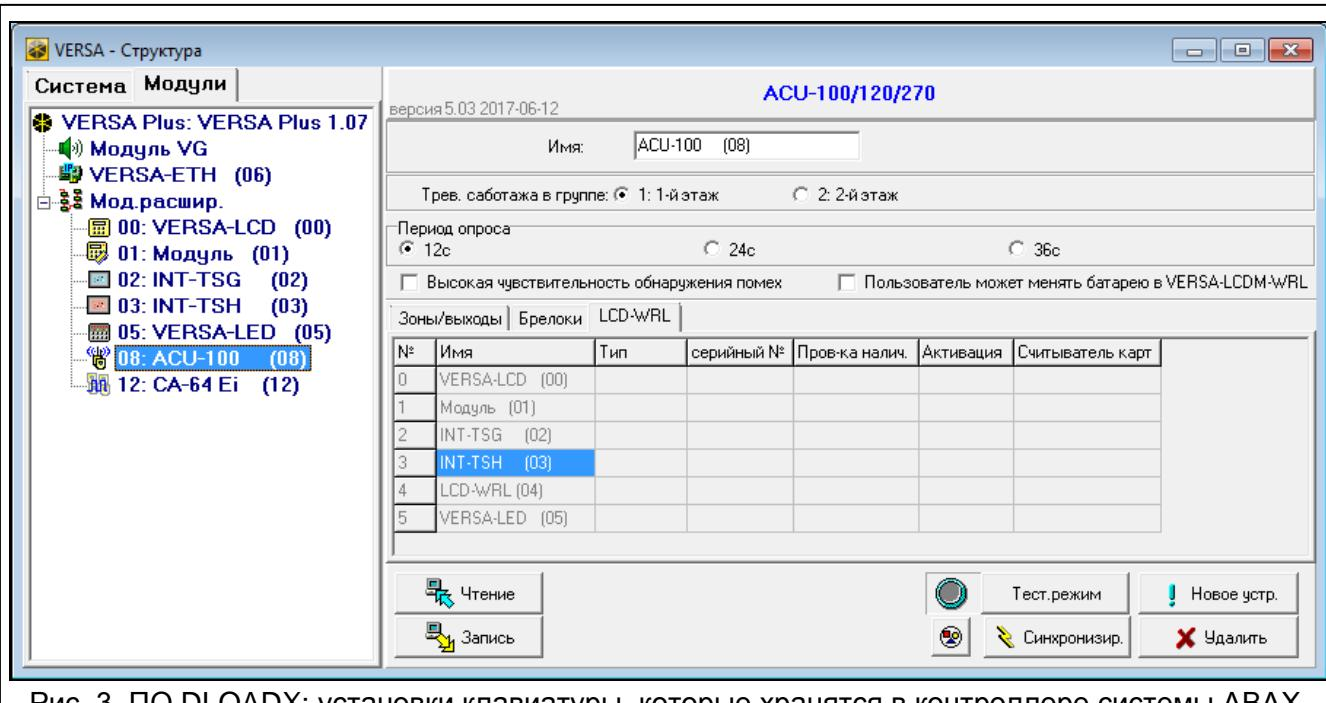

Рис. 3. ПО DLOADX: установки клавиатуры, которые хранятся в контроллере системы АВАХ.
Беспроводные клавиатуры можно добавлять в окне «Versa – Структура», в «Модули», после того, как кликнуть по названию контроллера системы АВАХ в списке устройств, затем по закладке «LCD-WRL» (см.: рис. 3 с. 6).
Беспроводные клавиатуры можно удалять в окне «Versa – Структура», в закладке «Модули», после того, как кликнуть по названию контроллера системы АВАХ в списке устройств, а затем по закладке «LCD-WRL» (см.: рис. 3 с. 6).
- программа DLOADX: →окно «Versa – Структура» →закладка «Модули» →ветка «Модули расширения» →[название контроллера системы АВАХ] →закладка «LCD-WRL» (см.: рис. 3),